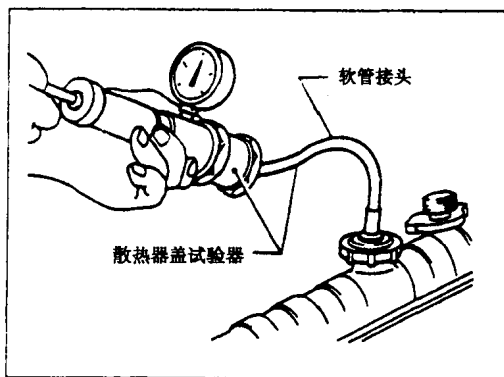

图 1-14
(3) 检查冷却系泄漏: 用一试验机将压力加到冷却系上, 以检查泄漏见图 1-14。试验压力: 98 kPa 。